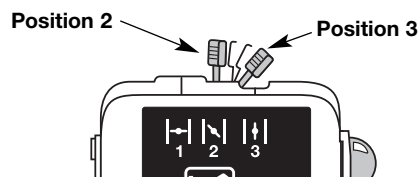

Fig. 14
7. Placez le levier d'étranglement en **position 2** (Fig. 14).
10. Placez le levier d'étranglement en **position 3** (Fig. 14). La machine est prête à être utilisée.